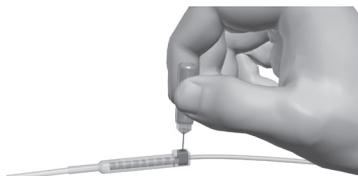

Figure 13 : Serrage de la vis de pression dans le connecteur de la prolongation
- À l'aide de la clé hexagonale fournie, faites tourner la vis de pression du connecteur de la prolongation dans le sens horaire jusqu'à ce qu'un clic se fasse entendre, ce qui indique qu'elle est bloquée (Figure13).